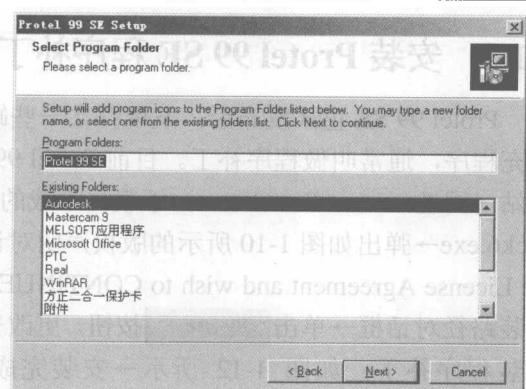

图 1-5 “Select Program Folder”对话框
(5) 选择 Typical 方式, 然后单击 **Next >** 按钮→弹出“Select Program Folder”对话框, 如图 1-5 所示。